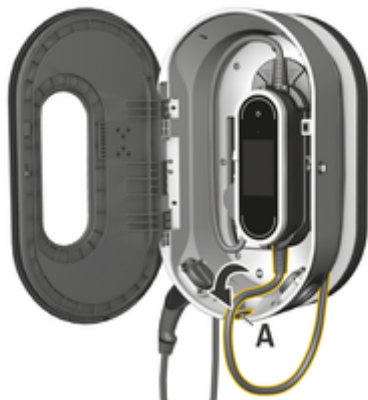

Fig. 63: Fixation de l'unité de commande
3. Faites passer le câble du véhicule par l'ouverture A (Fig. 63) et enroulez la longueur de câble non requise autour de la borne de recharge.